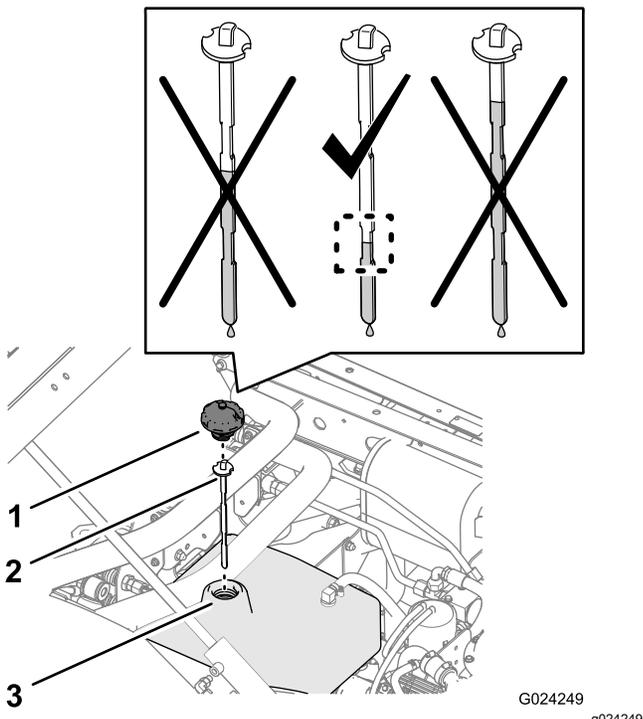
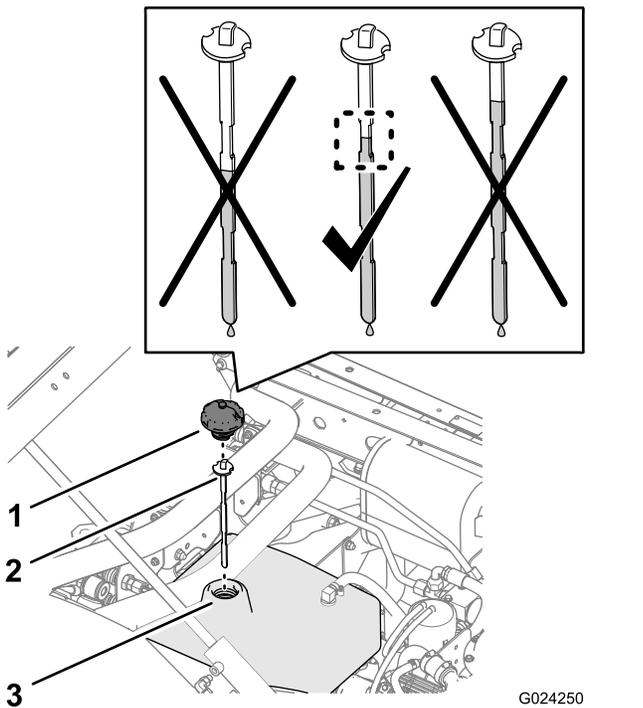

图79
图80
4. 清洁液压油箱加油颈和油箱盖周围的区域图79和图80。
5. 卸下盖子并从油箱加油颈取出量油尺用抹布将量油尺擦拭干净图79和图80。
6. 将量油尺插入加油颈然后再取出检查油位图79和图80。
7. 如果油位较低应将指定的液压油添加到油箱中使液位升高到量油尺凹进区域的中间位置图79和图80。
8. 将量油尺和盖子装回油箱的加油颈图79和图80。